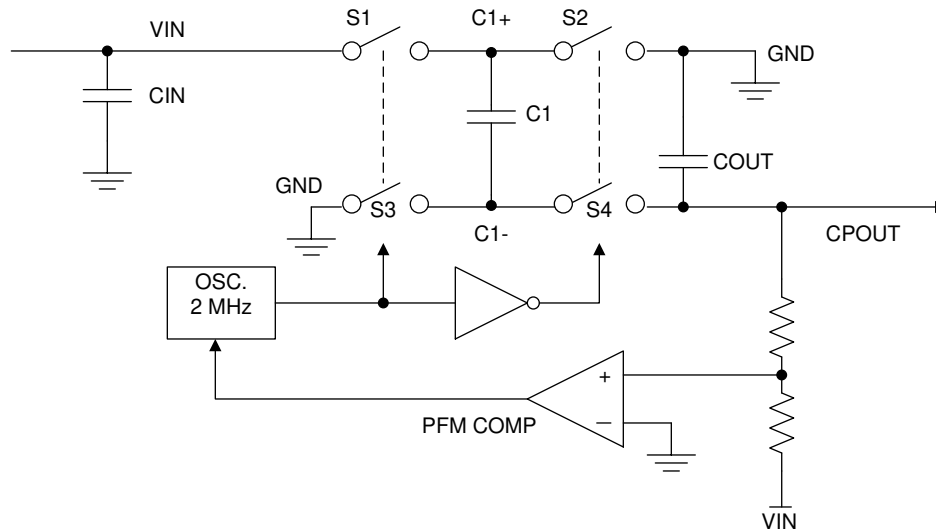

図 7-2. 電圧反転の原理
LM27761 の電圧インバータ部には、4 つの大型 CMOS スイッチが含まれており、これらは順番にスイッチングすることで入力電源電圧を反転します。エネルギーの転とストレージは、外付けコンデンサによって行われます。図 7-2 に、電圧スイッチ S2 と S4 が開いていることを示しています。2 番目の時間間隔では、S1 と S3 が開いています。同時に S2 と S4 が閉じており、C1 が C3 を充電しています。数サイクル後、C3 の両端の電圧が V_{IN} に昇圧されます。C3 のアノードはグラウンドに接続されているため、負荷電流がない場合、C3 のカソードの出力は $-V_{IN}$ になります。負荷が追加された場合、出力電圧降下は寄生抵抗 (MOSFET スイッチの $R_{DS(ON)}$ とコンデンサの等価直列抵抗 (ESR)) とコンデンサ間の電荷移動損失によって決まります。
- R_{SW} は、図 7-2 に示す内部 MOSFET スイッチのオン抵抗の合計です。